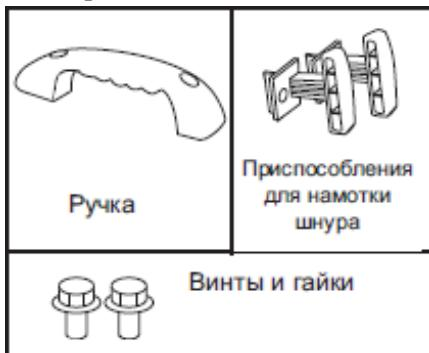

рис. 2
- проверьте наличие приведённых на рис. 2 компонентов, необходимых для сборки тепловой пушки.